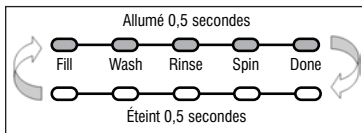

Figure 2 - Les témoins DEL clignotent d'allumé à éteint
- Tourner le bouton sélecteur de programme jusqu'à ce que les témoins DEL clignotent d'allumé à éteint (voir figure 2, page 26).